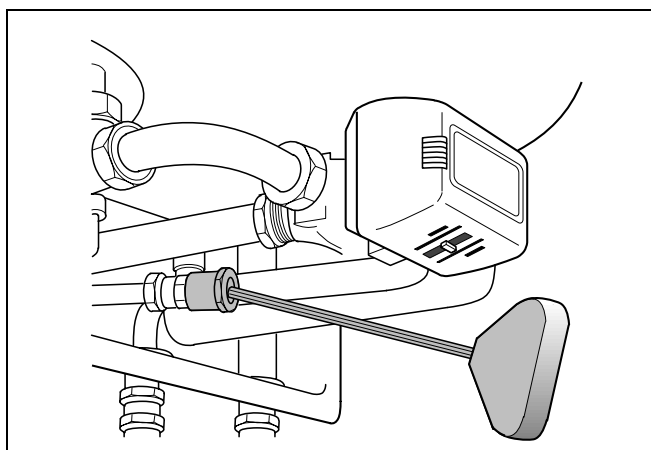

Fig. 24 Limitatore di portata dell'acqua calda
- Tarare il limitatore di portata (fig. 24) secondo la propria discrezione, ad es. su 60 °C nel modello GB112-24T25 a 6 l/min. e nel modello GB112-29T25 a 8 l/min.